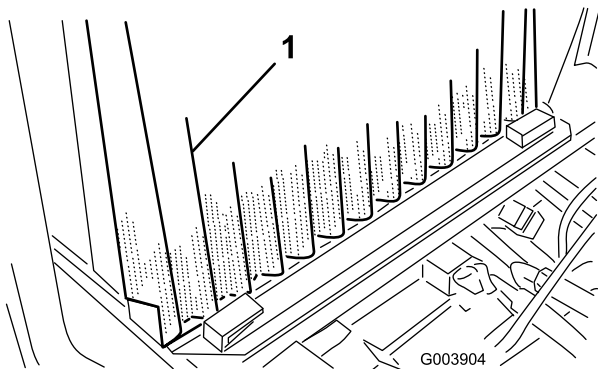

Figura 67
3. Afloje las abrazaderas y tire de la rejilla hacia arriba para deslizarla fuera de las guías de montaje (Figura 67).
5. Eleve ligeramente los enfriadores de aceite y gírelos hacia adelante (Figura 67).